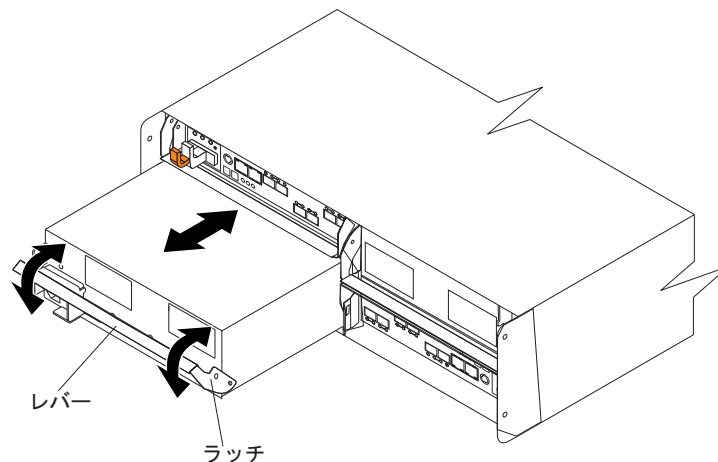

図 85. 電源機構およびファン・ユニットの交換
AC 電源機構およびファン・ユニットを交換するには、以下の手順を使用します。171 ページの図 85 に、ユニットの取り外しと挿入を示します。
11. ゆっくりとレバーをシャーシから引き離し、171 ページの図 85 に示すように電源機構およびファン・ユニットを取り外します。